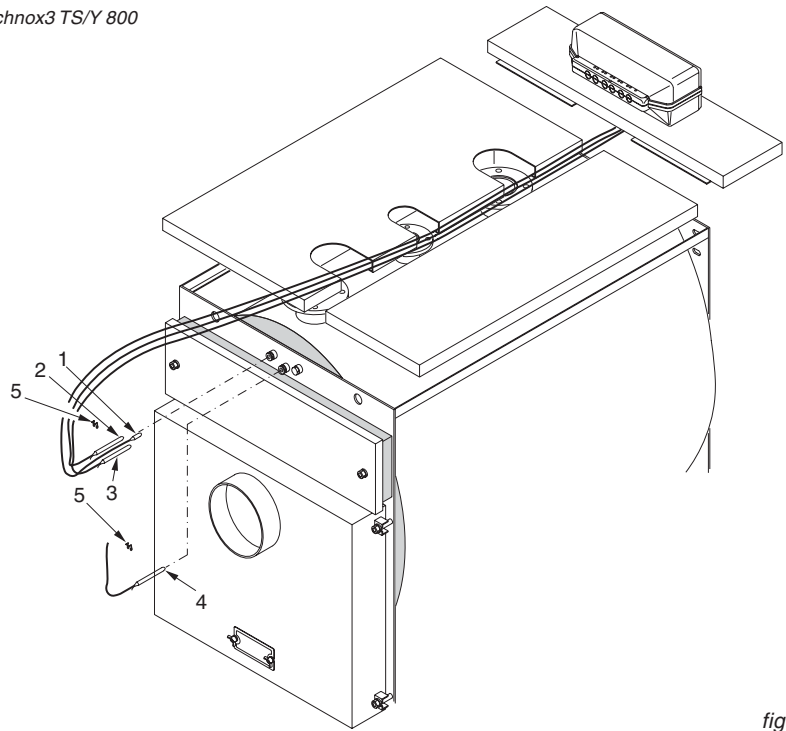

fig. 24
- F) Inserire le sonde degli strumenti nei pozzetti sul lato posteriore della caldaia (sopra la camera fumo) (Rif. fig.24); le sonde del termometro (pos. 1), del termostato manuale (pos. 2) e del termostato a cacciavite (pos. 3) dovranno essere inserite nel pozzetto più grande (diametro foro = 15); la sonda del termostato di sicurezza (pos. 4), dovrà essere inserita nel pozzetto più piccolo (diametro foro = 7).